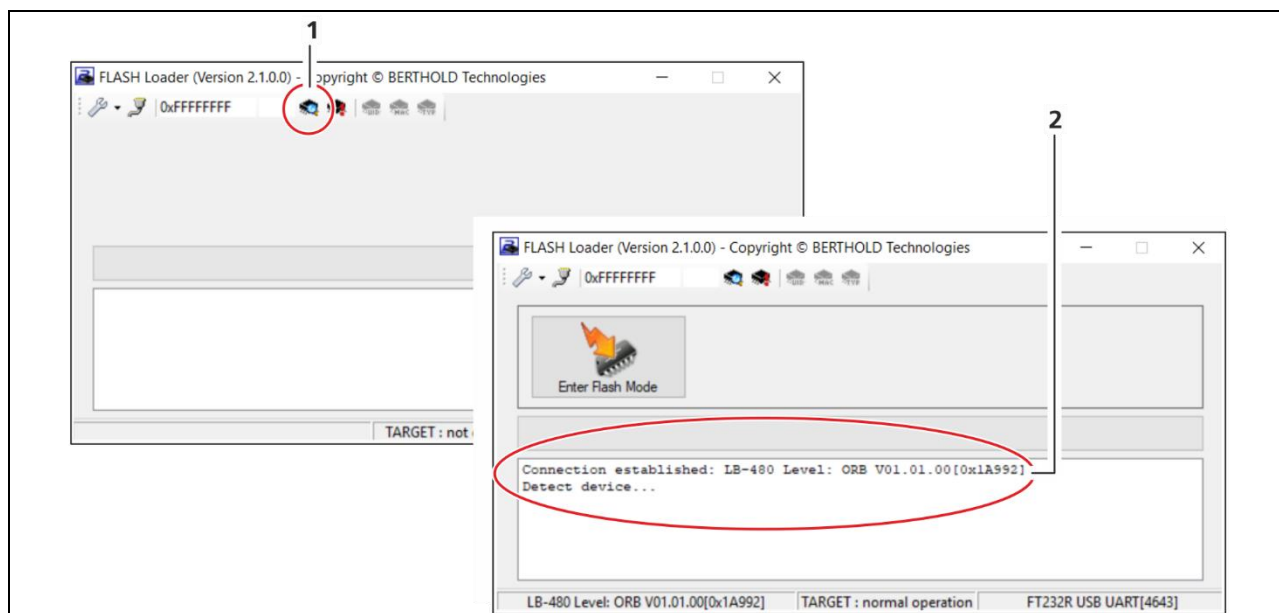

Abb. 4 Verbindung zum Detektor herstellen
21. Klicken Sie auf die Schaltfläche „Detect Device“ (Abb. 4, Pos.1) um die Verbindung zum Detektor herzustellen.
- Der Detektor wurde erkannt und die Verbindung wird hergestellt. Die Schaltfläche <Enter Flash Mode> wird eingeblendet und die Meldung „Connection established: ...“ (Abb. 4, Pos.2) erscheint.